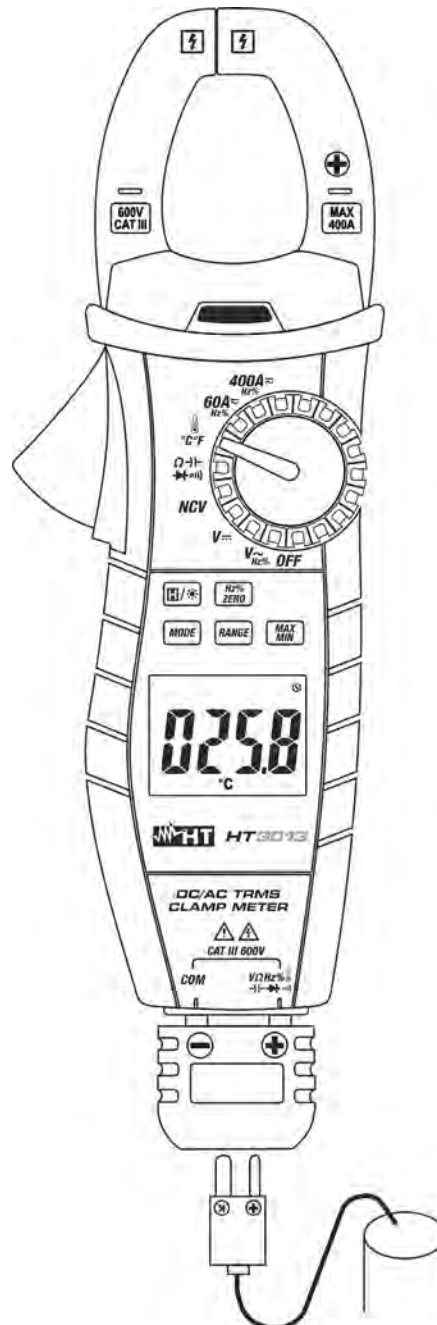

Fig. 10: Utilização da pinça na Medição de Temperaturas com sonda K
3. Inserir a sonda tipo K (fornecida) no terminal de entrada $\text{V}\Omega\text{Hz}\% \rightarrow \text{H} \rightarrow \text{H} \rightarrow \text{H}$) e **COM** através do respetivo adaptador, respeitando a polaridade mostrada na Fig. 10. O valor da temperatura é mostrado no display.